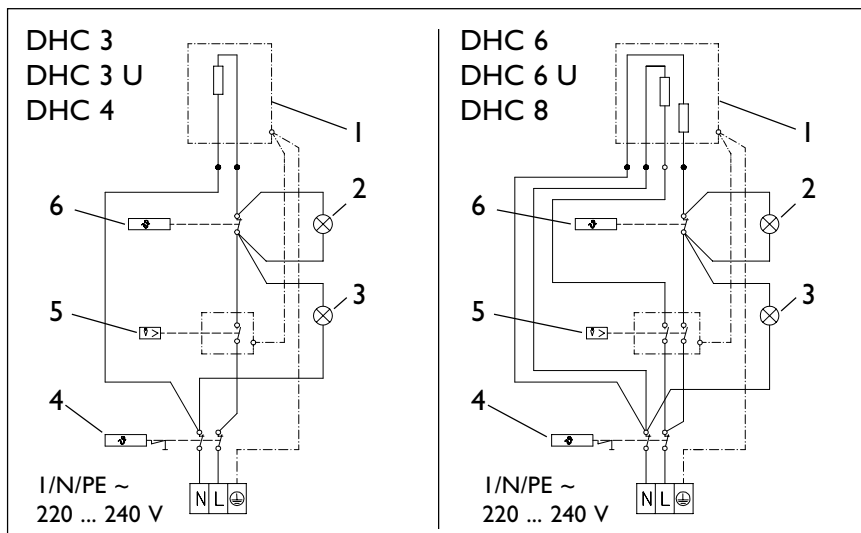

Рис. 14
Прибор должен быть заземлен (см. рис. 14).
Пояснения к рис. 14
- Осуществить электрическое подключение в клеммной коробке (поз. 10) в соответствии с электрической схемой на рис. 14 и завинтить винты кабельного зажима.
- Подготовить провод (поз. 7) для электрического подключения в клеммной коробке (поз. 10) в соответствии с электрической схемой на рис. 14.
- Стационарно проложить провод (поз. 15) для электрического подключения в клеммной коробке (поз. 16) в соответствии с электрической схемой на рис. 14.
- Электрическое подключение в клеммной коробке (поз. 10) осуществить в соответствии со схемой на рис. 14.